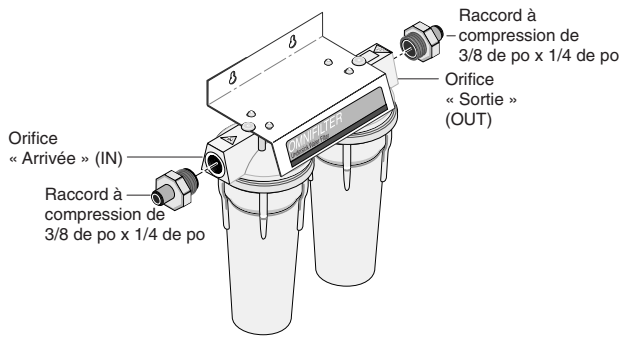

Figure 7
11. Visser les deux raccords à compression filetés dans la cuve du filtre. Se reporter à la Figure 7.